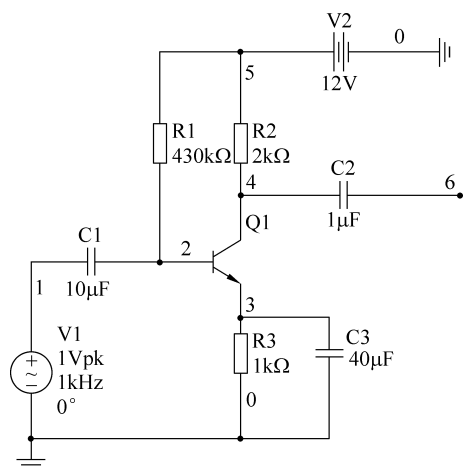

图 5.8.2 共射放大电路
(3) 打开 Output 选项卡,选定需分析的节点。单击 Run 按钮,得到分析结果。
【例 5.8】 分析图 5.8.2 所示共射放大电路中直流电源 V2 从 0V 变化到 20V 时,输出节点 4 的变化情况。图中三极管的 β 值为 50(修改 β 值的步骤: ①双击 BJT 图标出现对话框; ②单击 Edit model,出现含有 β 参数(显示 BF)的对话框; ③修改 β 参数)。
解: (1) 新建电路原理图,操作步骤参见 2.2.5 节,按图 5.8.2 创建电路。设置元件参数,显示节点标志。